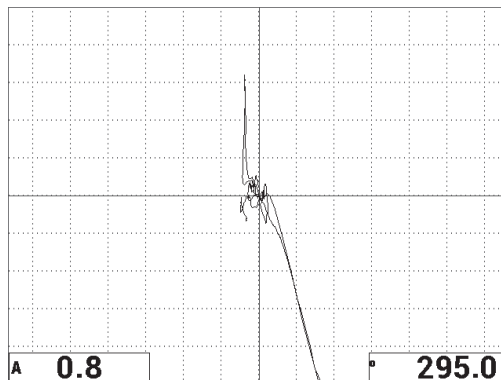

Figura 6-35 Segundo rastreamento sobre a área com decolamento e reparada
9. Pressione a tecla FREEZE (❄) para descongelar a aquisição, pressione a tecla (→) para exibir a tela cheia e, em seguida, rastreie lentamente a área descolada e reparada novamente (veja Figura 6-35 na página 154).